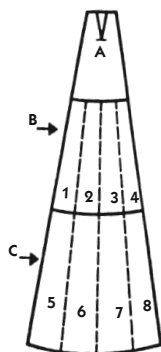

Рис. 309
2. Начертите горизонтальные разрезы, придав им кривизну, параллельную линии нижнего края (рис. 309).
- Верхнюю часть (А) оставьте без изменений, а другие части (В и С) разделите на полоски. Пронумеруйте их, как показано на рис. 309.